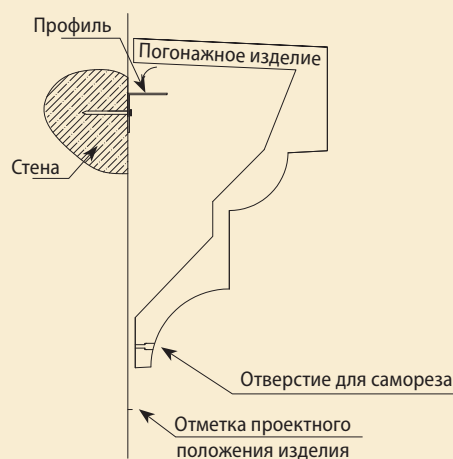

Рис. 2.2
- 2.6. Учитывая предварительные советы по монтажу нанесите клей на тыльную часть изделий и вынос направляющей рейки. Приложите изделие к стене и зафиксируйте при помощи саморезов. Саморезы необходимо вкрутить, утопив их в само изделие (рис. 2.2).